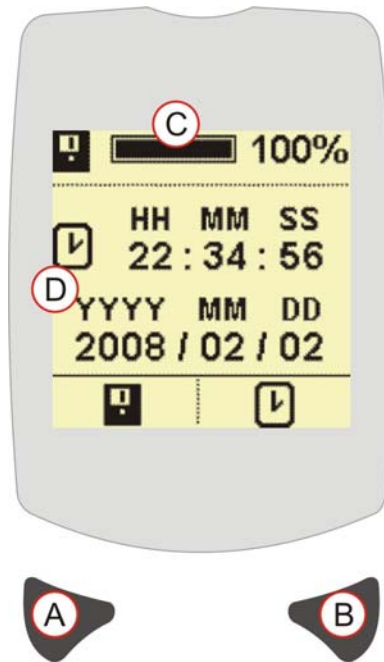

Figura 10 Tela de Hora e Data
O indicador de status da memória na Figura 10 (C) mostra 100%, significando que a memória está cheia. Não pode ser armazenado mais nenhum dado. Para apagar a memória, pressionar o botão Esquerdo (A) para acessar a Tela de Apagamento de Memória (Consultar TELA DE APAGAMENTO DE MEMÓRIA). Certificar-se de que quaisquer medições tenham sido baixadas utilizando o programa dB24 antes de apagar.
A Figura 10 (D) mostra a hora e data do instrumento. Pressionar o botão Direito (B) para acessar a Tela de Ajuste de Hora e Data (Consultar TELA DE AJUSTE DE HORA E DATA).